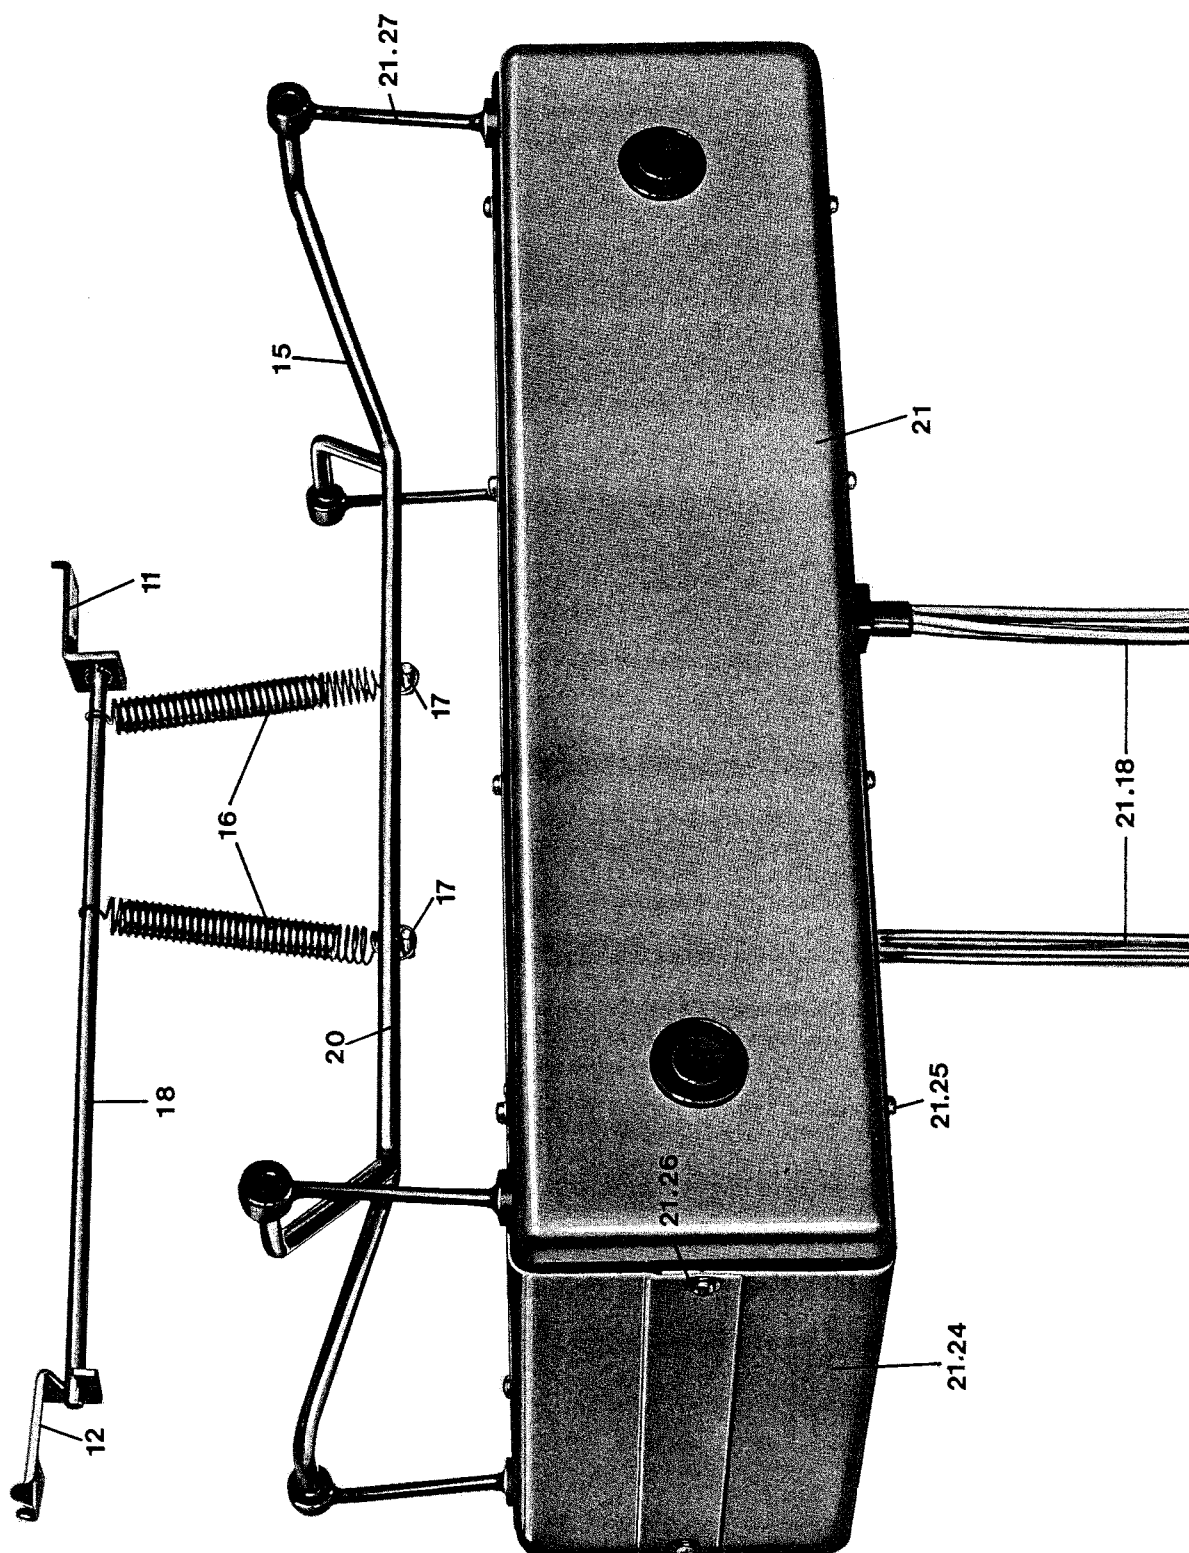

Abb. 5
Der Elektronik – Einschub ist soweit wie möglich herauszuziehen und die Stecker der Halleinheit vom Verstärkerprint abzuziehen. Die zwei Innensechskantschrauben an der linken Seite des Gerätes sowie die zwei Innensechskantschrauben an der Trennwand zur Halleinheit (siehe Abb. 2) lösen und die Frontplatte des BX 10 abnehmen. Jetzt kann man die Stange (18) nach rechts aus der vorderen Halterung schieben. Aus der hinteren Klammer entfernt man die Stange durch Zug nach vorne (siehe Abb. 5). Durch Lösen der Kreuzschlitzschrauben lassen sich die beiden Gehäusehälften (21.22) abnehmen und man kann die Hallfedern auf folgende Fehlermöglichkeiten absuchen:
The electronic module is to be removed as far as possible out of the housing and the connectors from the reverberation unit should be unplugged. Remove the two screws at the left side of the unit also the two screws at the board in the middle and pull out the front board of the BX 10. Press the bar (18) to the right side and remove it from the suspension. From the rear suspension remove the bar by pulling it to the front (see fig. 5). Remove the small screws and both parts of the housing (21.22) and check the reverb springs for the following possible faults: